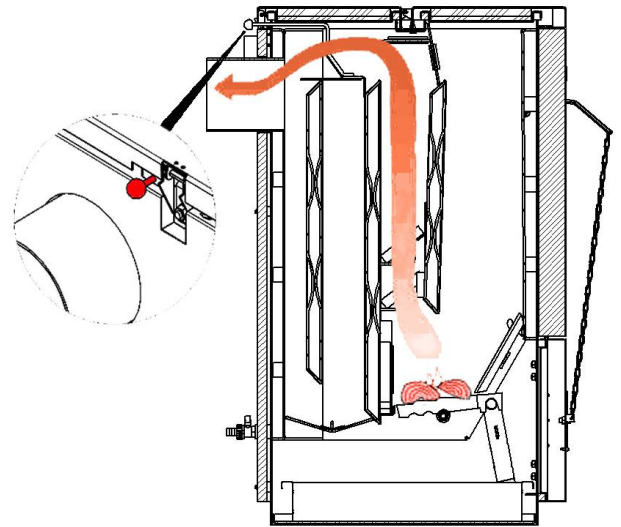

Рис. 15 Положение растопочной заслонки при розжиге
- Закрывать растопочную заслонку (рис. 15)